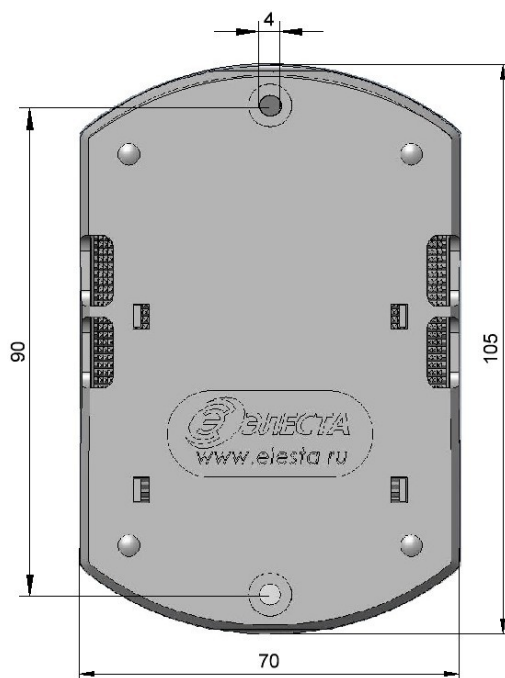

Рисунок 4.1. Габаритные и установочные размеры прибора
Прибор устанавливается в помещении с ограничением доступа посторонних лиц, в удобном для технического обслуживания месте. Прибор крепится к стене на высоте, удобной для наблюдения за индикацией. Прибор навешивается на два шурупа, ввинченных в стену и крепится двумя другими шурупами через отверстия в нижней части основания корпуса (рисунок 4.1).
- 3 Заверните в стену два шурупа по установочным размерам (рисунок 4.1).